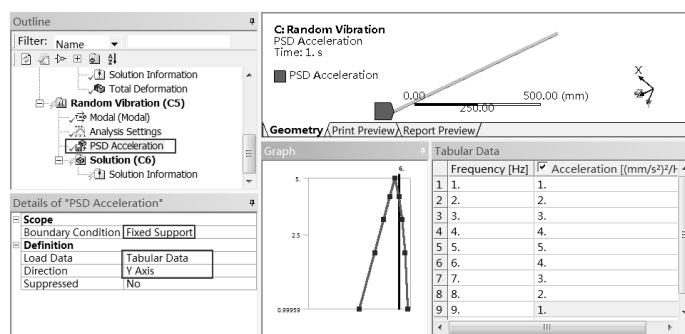

图 10-37 PSD Acceleration 面板
Step3: 选择 Mechanical 界面左侧 Outline (分析树) 中的 Random Vibration (C5) PSD Acceleration (加速度谱激励) 命令, 在出现的如图 10-37 所示的 Details of “PSD Acceleration” 面板中做如下更改。